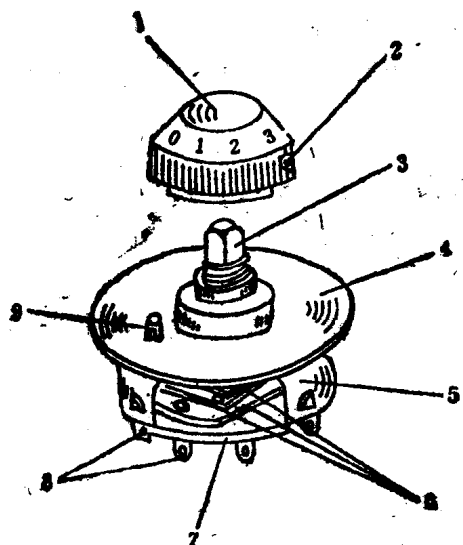
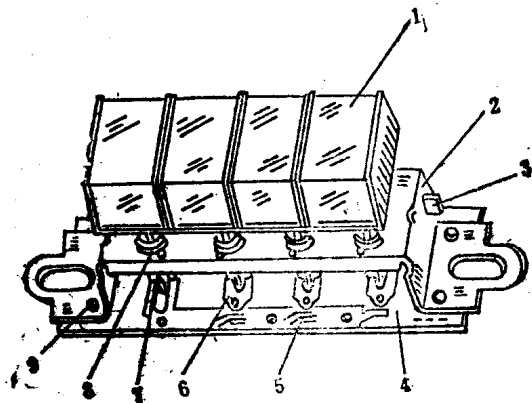

图 1-28 循环式开关
图 1-29 琴键式开关
1. 调速开关 既作电源开关又可控制电扇转速。常用的有两种形式：(1)循环式开关，如图1-28所示；(2)琴键式开关如图1-29所示。